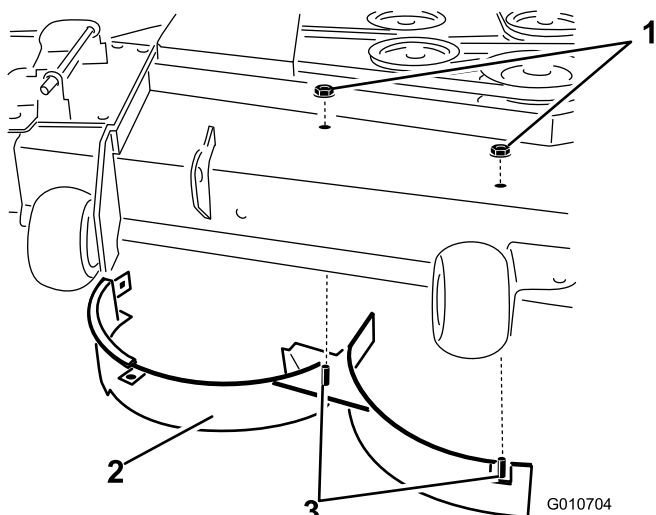

Bild 34
11. Entfernen Sie die zwei Sicherungsmuttern (5/16 Zoll) mit denen die geschweißten Pfosten des rechten Ablenkblechs oben am Mähwerk in der Mitte und rechts von der Mitte befestigt sind (Bild 34). Entfernen Sie das rechte Ablenkblech vom Mähwerk.